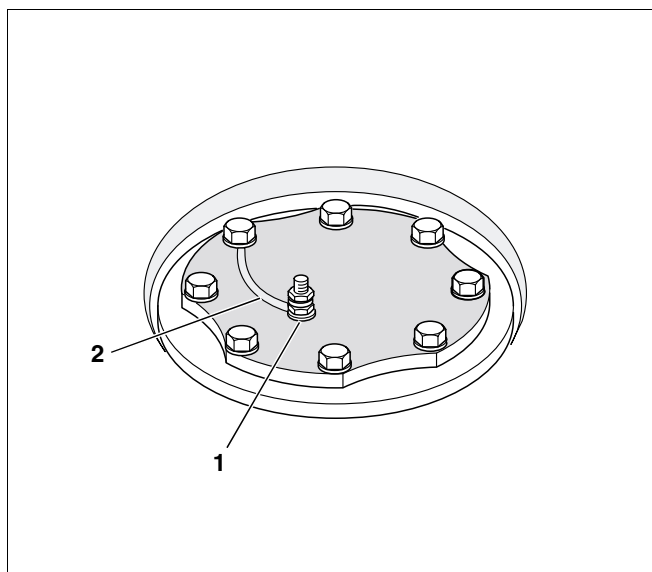

Fig. 12 Montaggio dell'anodo di magnesio (illustrazione schematica)
- Inserire l'occhiello del cavo di messa a terra e avvitare le viti a testa esagonale (fig. 12).